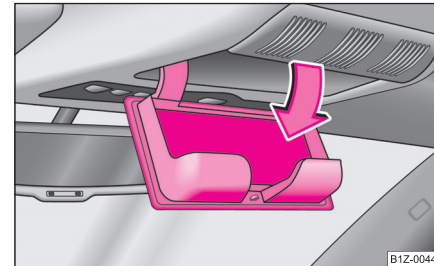

Abb. 96 Ausschnitt des Dachhimmels: Ablagefach für Brille
- Drücken Sie auf den Deckel des Ablagefaches, das Ablagefach klappt nach unten auf ⇒ Abb. 96. ►